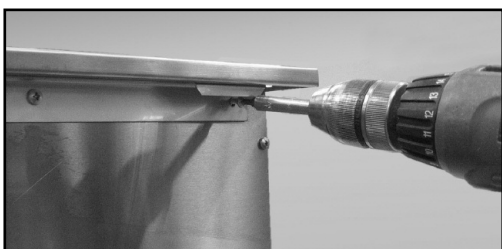

Fig. 07
2. Installez la languette de support de part et d'autre de la tête de l'appareil à l'aide de 8 des vis 10-24 x 1/2". Installez chaque support avec 4 vis de part et d'autre de la tête de l'appareil d'extérieur (Fig. 07 et 08).